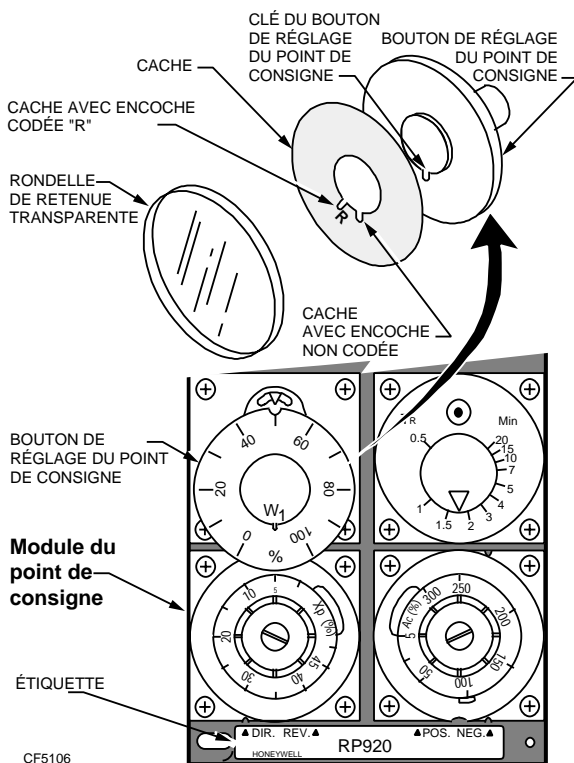

Fig. 7. Ajustement du point de consigne (W_1).
1. Si on utilise un cache, insérer ce cache entre le bouton de réglage du point de consigne et la rondelle de retenue transparente. Noter la position de la clé et de l'encoche non codée du cache (Fig. 7).
1. Ajuster le bouton du point de consigne (W_1) à 100 % (Fig. 7) ou à la valeur de consigne maximale souhaitée.
3. Dans le cas de régulateurs portant une étiquette américaine, noter la position de la clé et de l'encoche non codée du cache (Fig. 7). Dans le cas de régulateurs portant une étiquette allemande (RP920B,C,D), utiliser le cache portant une encoche identifiée par la lettre R lorsqu'un appareil avec réglage du point de contrôle est employé.